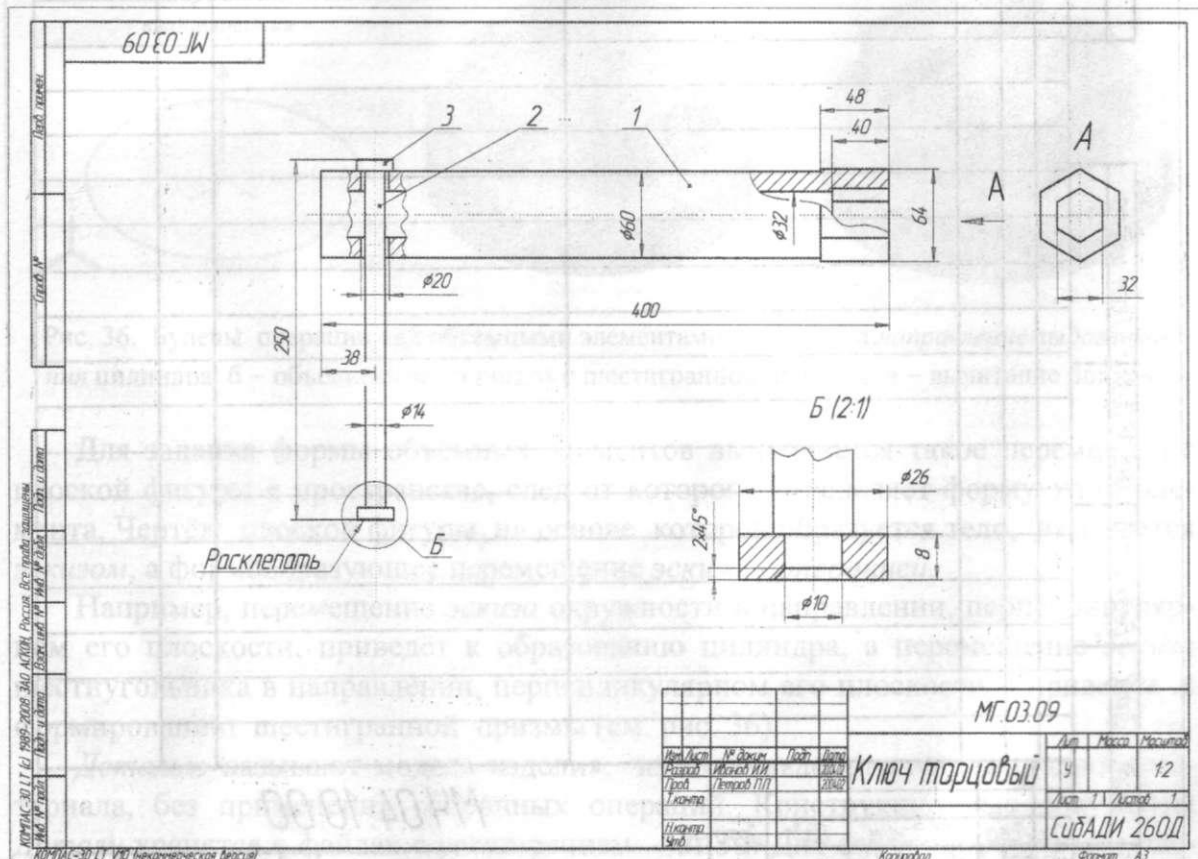

Рис. 34. Пример выполнения задания № 4
4. Вычертить заданный чертеж (рис. 34):